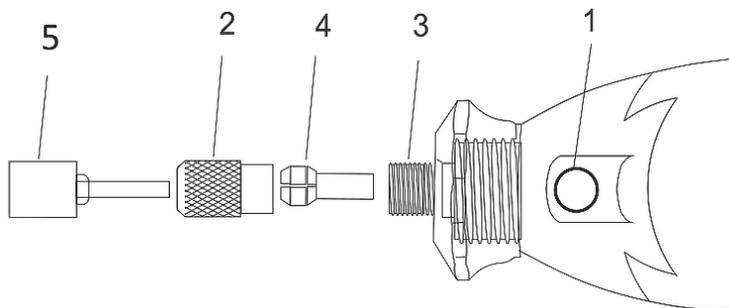

Рис. 2
1. Удерживая нажатой кнопку блокировки шпинделя (1), (рис. 2) открутите против часовой стрелки ключом гайку цанги (2) (рис. 2).
2. Установите нужную цангу (4) (рис. 2) и, не отпуская кнопку блокировки шпинделя (1) (рис. 2) затяните гайку цанги по часовой стрелке.
1. Удерживая нажатой кнопку блокировки шпинделя (1), (рис. 2) ослабьте против часовой стрелки ключом гайку цанги (2) (рис. 2).
2. Установите в цанговый зажим необходимую оснастку (5) (рис. 2) и, не отпуская кнопку блокировки шпинделя (1) (рис. 2) затяните гайку цанги по часовой стрелке.